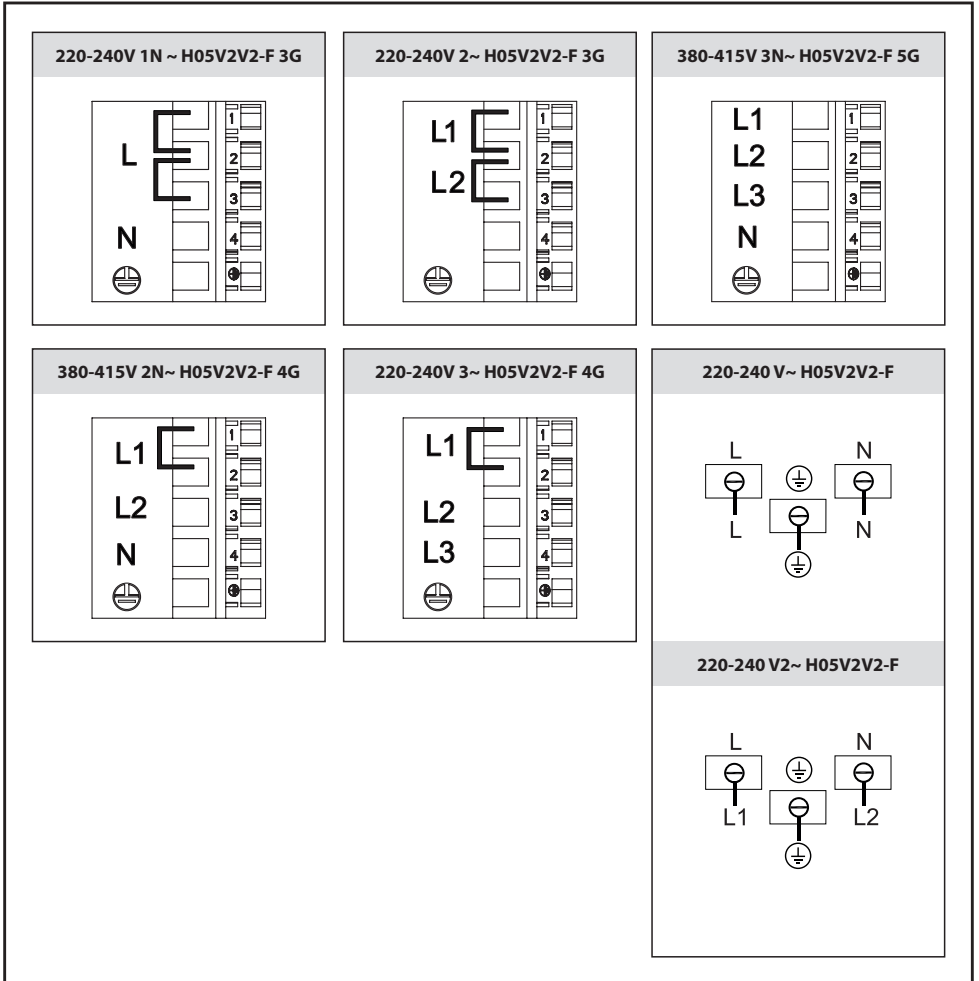

Fig.5
• **Connessioni elettriche (Fig.5):**